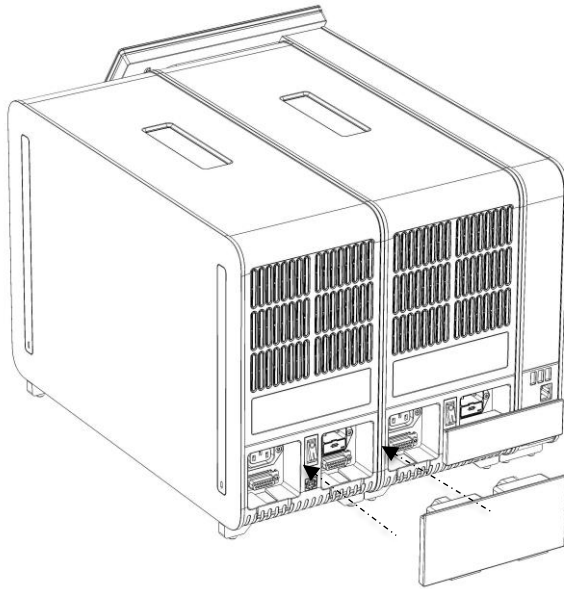

Figura 18. Collegamento del ponte moduli analitico/analitico.
6. Collegare il ponte moduli analitico/analitico sul retro del QIAstat-Dx Analyzer 1.0 per collegare tra loro i due moduli analitici (Figura 18, pagina successiva).